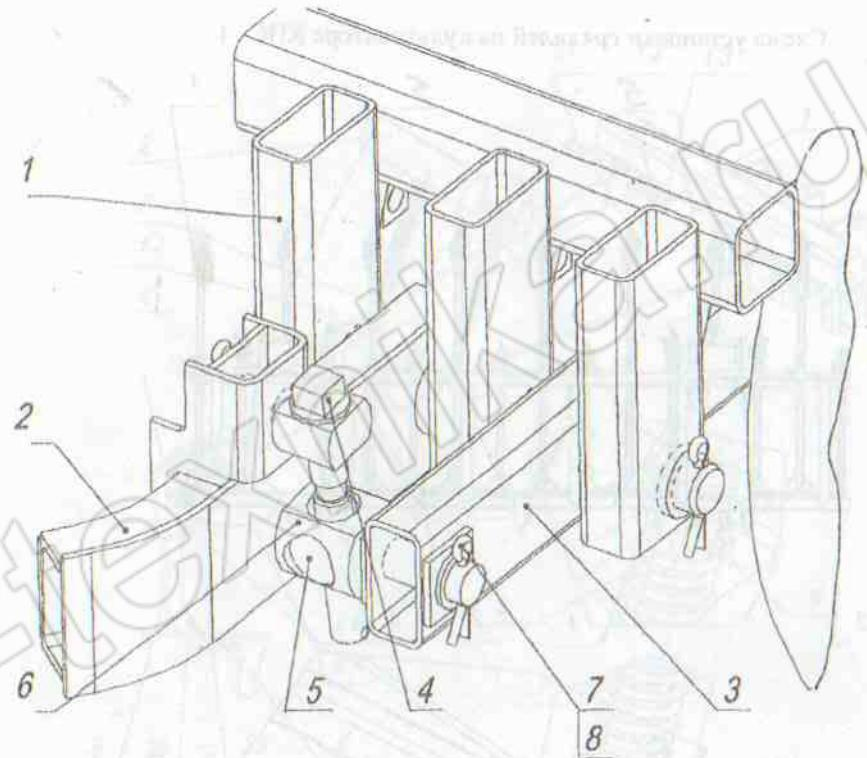

Рис.5 Механизм регулирования глубины хода рабочих органов.
6.5. Соединить винт механизма регулирования глубины хода с кронштейном колеса и боковой тягой согласно (рис.5).